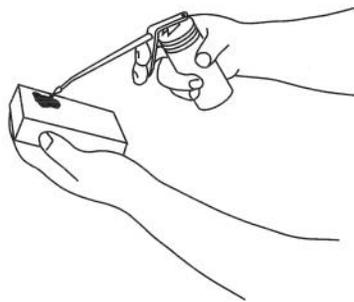

Figure 24
- Appliquer une cuillère à soupe d'huile SAE 30W sur le filtre à air (Fig. 24).